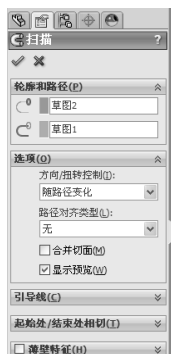

图 3-15 扫描属性设置
(4) 单击【特征】工具栏上的【扫描】按钮, 出现【扫描】对话框。
(5) 对扫描属性设置, 在“轮廓和路径”轮廓中选择“草图 2”, 路径中选择“草图 1”, 在“选项”方向/扭转控制中选择“随路径变化”, 勾选“显示预览”, 如图 3-15 所示。